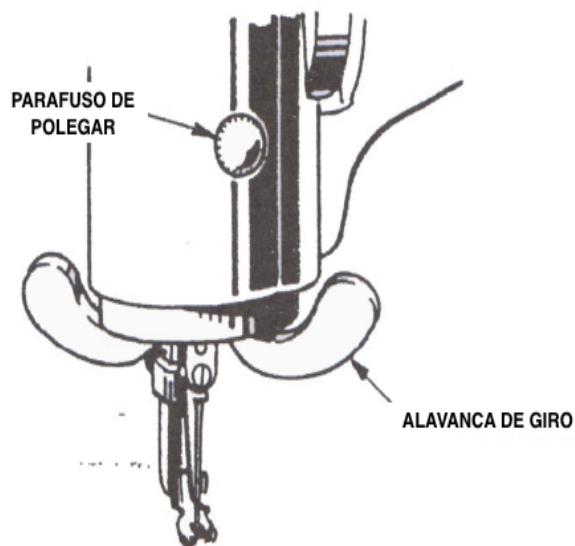
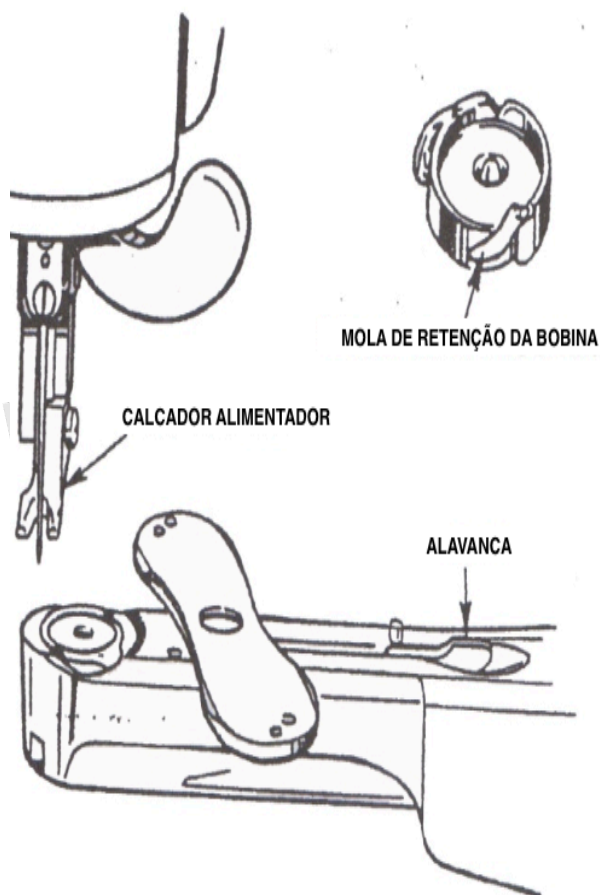

Fig. 5
Fig. 7
O material é movido apenas pelo calcador de alimentação e a direção da costura pode ser alterada conforme desejado girando a alavanca, Fig.5. Para fazer uma costura curva, opere a máquina lentamente e sem virar o tecido, gire a alavanca giratória o suficiente para produzir a curva desejada.
O calcador de alimentação sobe entre cada ponto enquanto a agulha está no material. Com a agulha servindo como pivô, o material pode ser girado em qualquer direção. Quando desejado, o pé de alimentação pode ser fixado para alimentar em linha reta em qualquer direção, apertando o parafuso de aperto manual mostrado na Fig.5.
Levante a barra da agulha até o ponto mais alto e levante o calcador de alimentação mostrado na Fig.7 movendo a alavanca mostrada na Fig.5 para cima.
Pressione a alavanca mostrada na Fig.7 e gire a placa da agulha conforme mostrado.
**NOTA: Para a máquina 2972, mova a mola de retenção da bobina mostrada na Fig.7 para fora antes de retirar a bobina.**